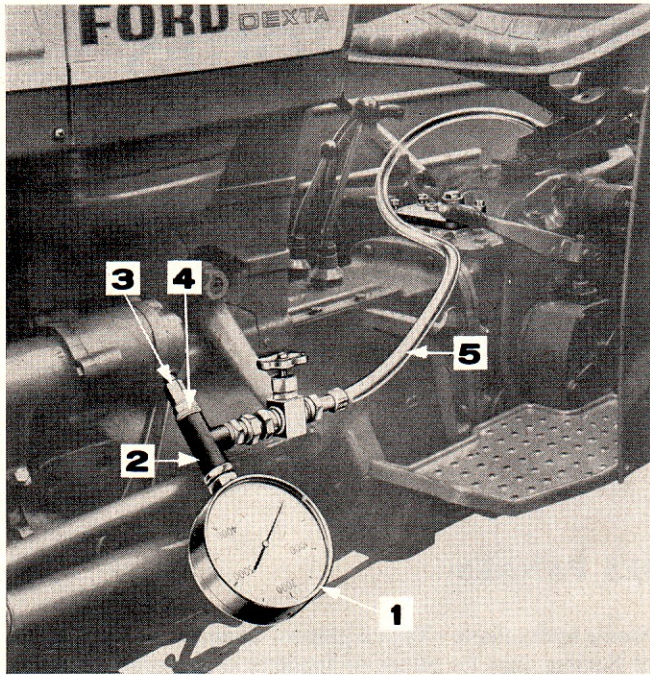

Figure 101 (A): Contrôle de la pression de la pompe à pistons
Si l'on dispose de l'équipement d'essai T8503: Extraire du couvercle de la pompe hydraulique le bouchon à tête Allen (Figure 101 (A)) et installer le raccord en T No T.8503-1/f au moyen des adaptateurs filetés no T.8503-4/a et T.8503-4/b vissés dans le trou du bouchon. Sur une branche du raccord en T, monter le manomètre No T.8503; sur l'autre branche, monter la vanne No T.8503-1/b et la canalisation No 8503-4/d, dont l'extrémité opposée rejoint le bouchon de remplissage du pont arrière.
Si l'on dispose de l'équipement d'essai N-1100: Extraire du couvercle de pompe hydraulique le bouchon à tête Allen et poser un reducteur de 9,5 x 6,3. Brancher sur le réducteur le tuyau no N-1100-Q, le raccord en T no N-1100-L, la vanne no N-1100-N, un raccord de 6,3 x 76 et un tuyau de 12,7 x 1m 50. Sur le raccord en T no N-1100-L, brancher l'adaptateur no N-1100-H et le manomètre no N-1100-3, Figure 101 (B).